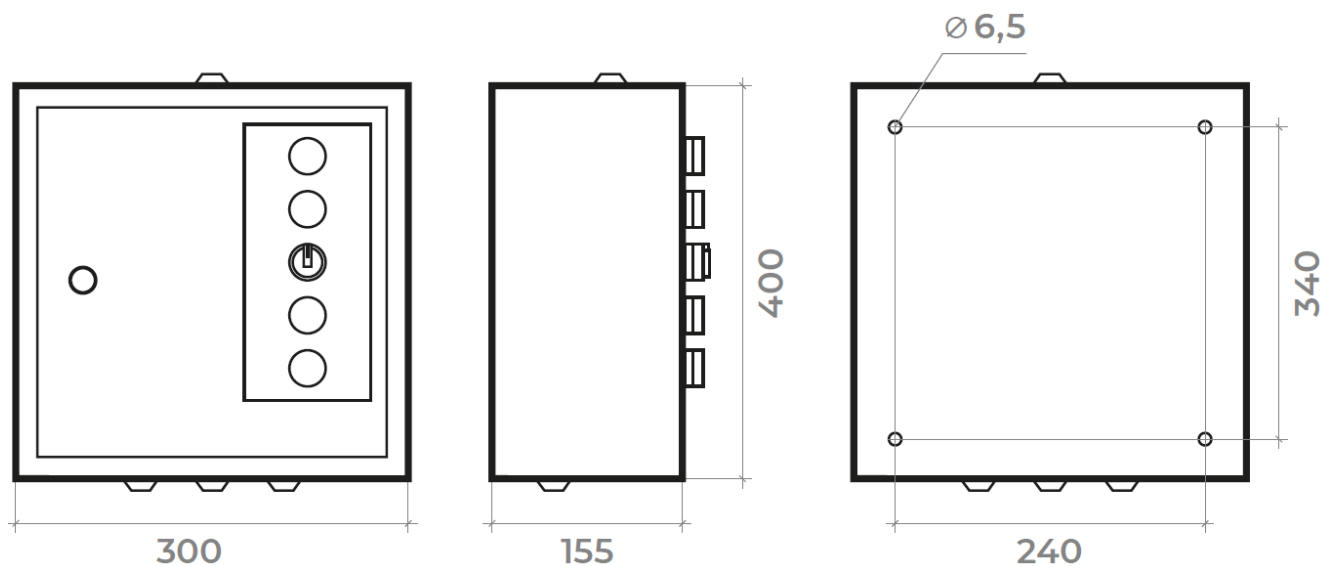
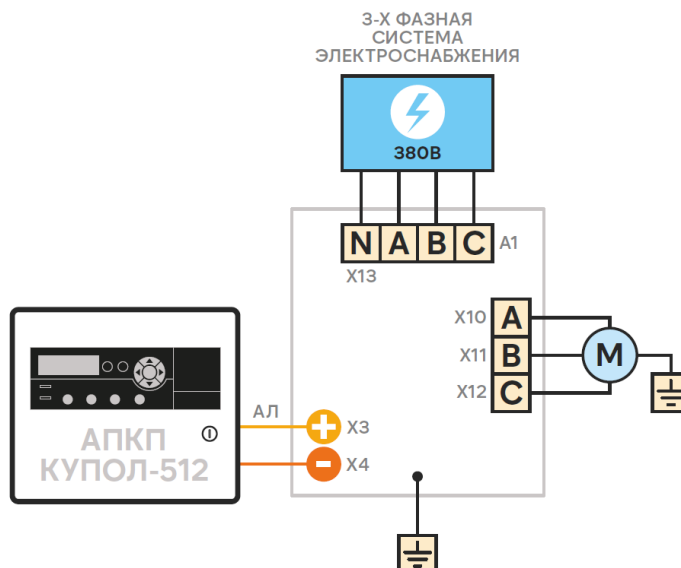

Рис.1. Габаритные и установочные размеры ШУВ-3/ШУВ-15.
Рис.3. Схема подключения ШУВ-3/ШУВ-45.
2.1.3. ШУВ крепится на вертикальную несущую поверхность. Габаритные и установочные размеры ШУВ приведены на рис.1 и 2. Схемы подключения приведены на рис.3.